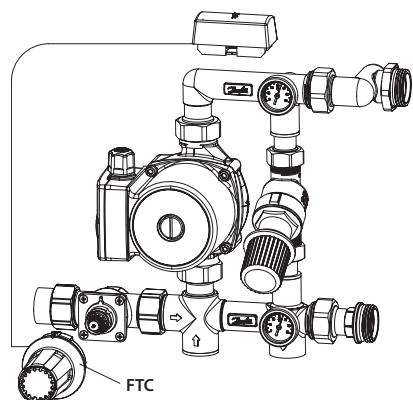

图3
6. FTC 恒温阀头在包装内。根据随附说明将其安装到混水中心上, 见图3。